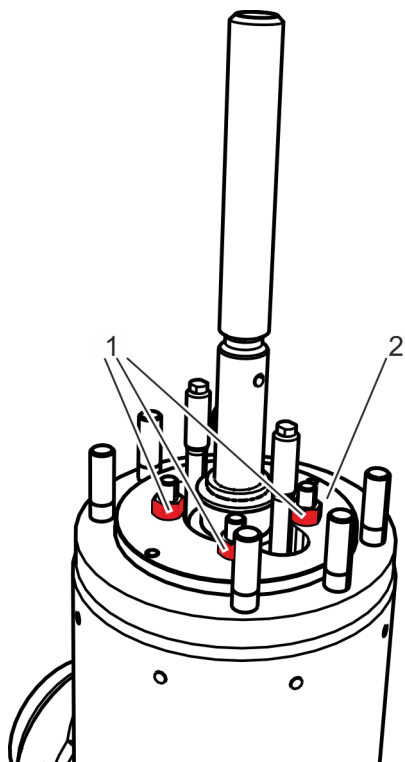

Fig. 27: Soltar las tuercas de la tapa de fijación
2. ➤ En válvulas con tapa de fijación (Fig. 27/2), suelte las tuercas (Fig. 27/1) y retírelas.